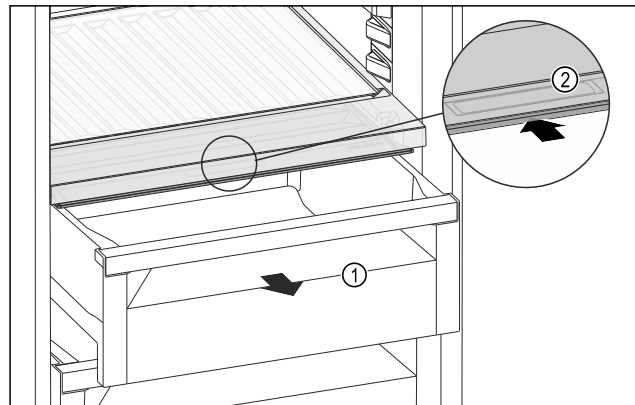

Fig. 149
- Retirer le tiroir Fig. 149 (1).
- Saisir la poignée encastrée Fig. 149 (2) du couvercle du compartiment et pousser le couvercle du compartiment vers l'arrière.